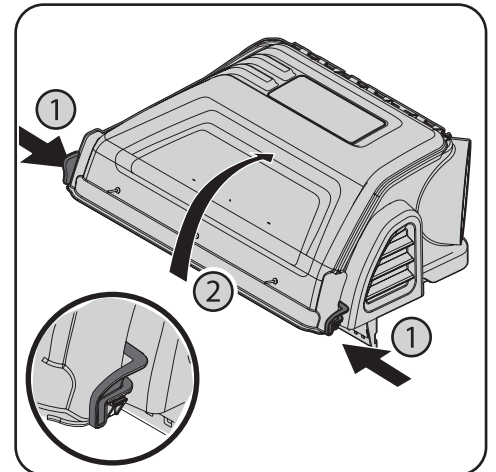

Figura 4-16
4. Instale la cubierta de la embolsadora en el conjunto de soporte de la bolsa, como se ve en la Figura 4-16. La cubierta plástica va dentro de las dos lengüetas de montaje.